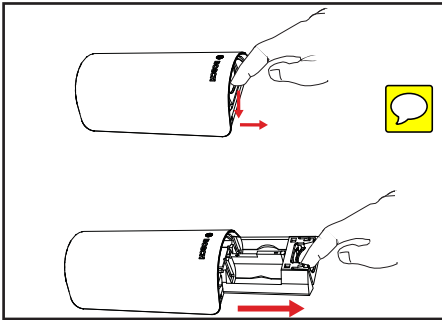

Figure 9.1 : Retirer le bac à piles
3. Appuyez tout en faisant coulisser complètement le bac à l'extérieur du boîtier du détecteur de mouvement. Voir Figure 9.1.